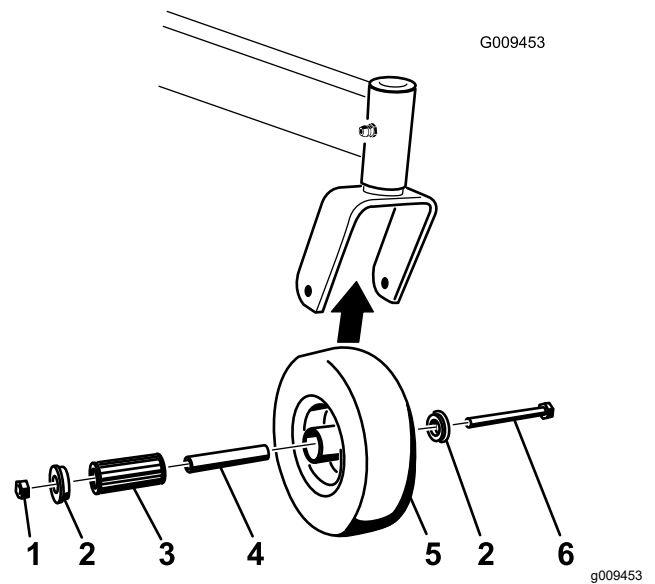

Figura 34
1. Retire la contratuerca y el perno que sujetan la rueda giratoria a la horquilla (Figura 34).
2. Retire uno de los casquillos, y tire del casquillo intermedio y del cojinete de rodillos para sacarlos del cubo de la rueda (Figura 34).
3. Retire el otro casquillo del cubo de la rueda y limpie la grasa y la suciedad del cubo de la rueda (Figura 34).
- Nota:** Repare o cambie cualquier pieza dañada o desgastada (Figura 34).
5. Coloque uno de los casquillos en el cubo de la rueda (Figura 34).
6. Engrase el cojinete de rodillos y el casquillo intermedio y deslícelos en el cubo de la rueda (Figura 34).
7. Coloque el segundo casquillo en el cubo de la rueda (Figura 34).
8. Instale la rueda giratoria en la horquilla y fíjela con el perno y la contratuerca (Figura 34).
9. Apriete la contratuerca hasta que el casquillo intermedio se apoye contra el interior de las horquillas de las ruedas giratorias (Figura 34).